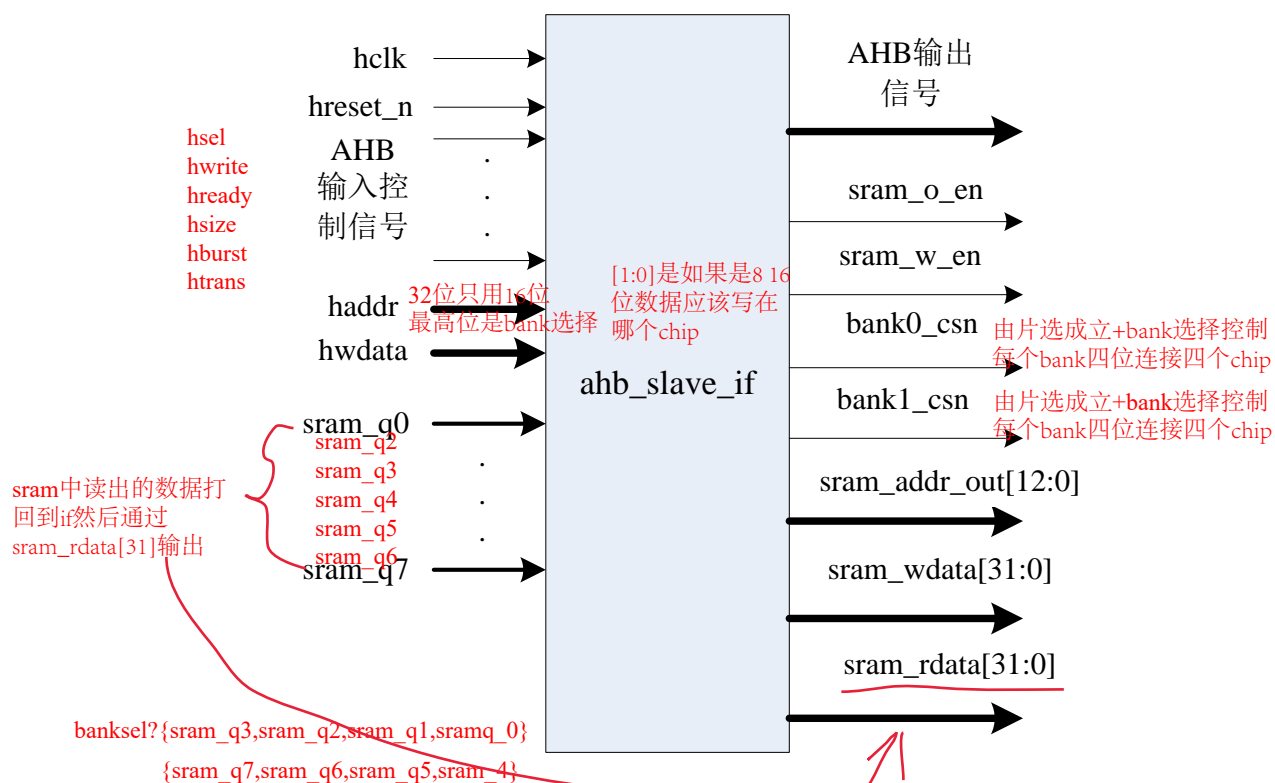

图 2 SRAM 控制器中的 AHB slave 接口
- (1) AHB slave interface 模块：如图 2 所示为 SRAM 控制器的 AHB slave interface，其产生读写控制信号（sram\_r\_en、sram\_w\_en）和 SRAM 控制器片选所需的输入信号（bank0\_csn、bank1\_csn）。包括：AHB 输入控制信号和地址信号寄存模块、SRAM 读写和片选产生模块、SRAM 输出数据接收模块。